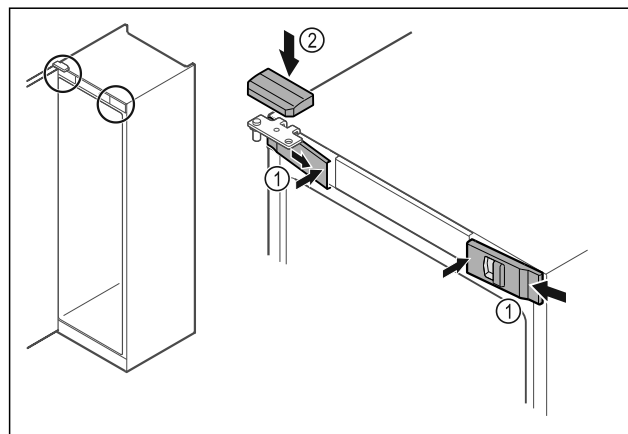

Fig. 51
- ▶ Зацепите боку и защелкните передние крышки Fig. 51 (1) с внутренней стороны.
- ▶ Защелкните верхнюю крышку Fig. 51 (2) сверху.